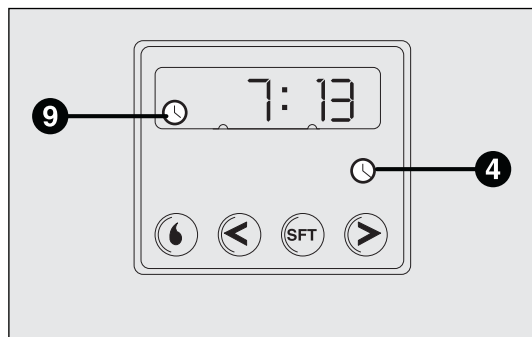

fig. 64
- ☐ Pulsando el botón 4: se encenderá el display y el testigo 9-fig. 64;
Lectura de la hora actual fig. 64